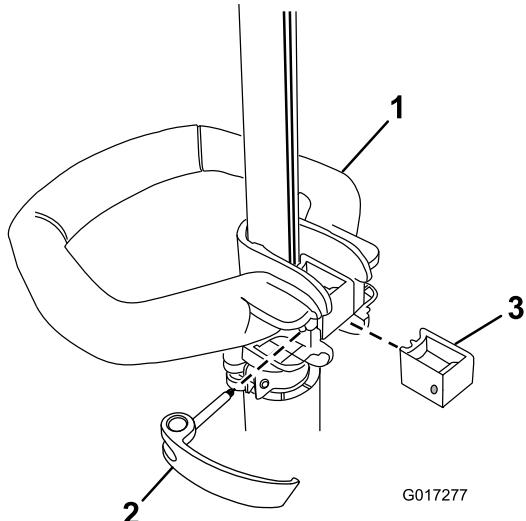

Figure 4
1. Placez la poignée auxiliaire sur l'arbre de la débroussailleuse, la surface lisse tournée vers l'utilisateur (Figure 4).
2. Glissez le renfort dans la poignée auxiliaire jusqu'à ce qu'il soit engagé dans la rainure de l'arbre (Figure 4).
3. Glissez le verrou par la gauche dans la poignée et le renfort comme illustré, puis serrez la vis du verrou à l'aide d'un tournevis à pointe cruciforme (Figure 4).